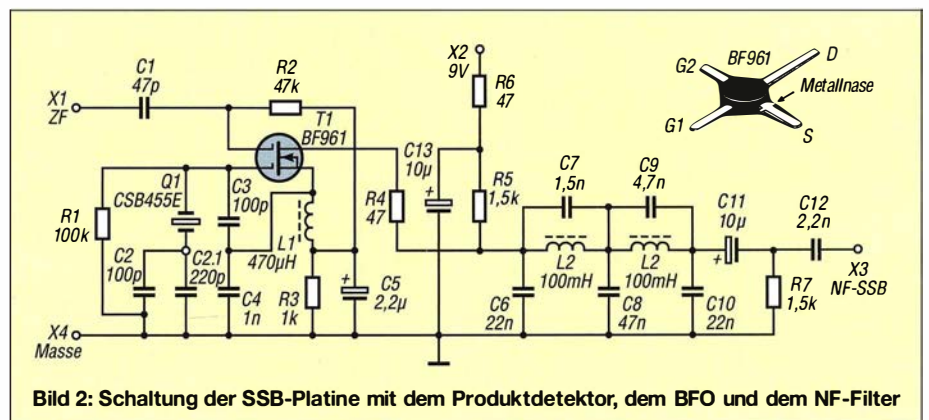

Bild 2: Schaltung der SSB-Platine mit dem Produkt-detektor, dem BFO und dem NF-Filter
Die Schaltung enthält drei Funktionsgruppen (Bild 2):
Als letztes Bauteil wird dann T1 auf der Bestückungsseite aufgelötet. Dabei sollten die in [3] und [4] beschriebenen Vorsichtsmaßnahmen beim Einlöten berücksichtigt werden. Die Anschlussbelegung des BF961 ist in Bild 2 dargestellt. Der speziell gekennzeichnete ist der Source- (S) und der längste der Drain-Anschluss (D). Einschließlich der beiden Gate-Anschlüsse werden sie so abgewinkelt, dass sie in die Bohrungen der Platine passen.